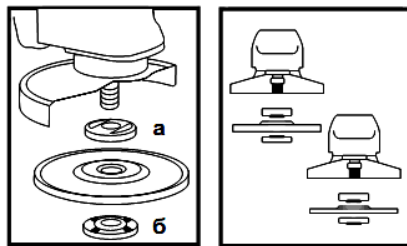

Рисунок 2
**4.4** Встановіть на виріб шліфувальний або відрізний круг. Для цього натисніть на кнопку фіксації шпинделя (1) і поверніть його до такого положення, при якому він зафіксується. За допомогою вилочного ключа з комплекту виробу відверніть і зніміть затискну гайку (б) (дивіться рисунок 2). Встановіть шліфувальний диск на посадкове місце фланцевої шайби (а) (рисунок 2), наживіть рукою затискну гайку на шпиндель і затягніть її ключем з комплекту приладу.